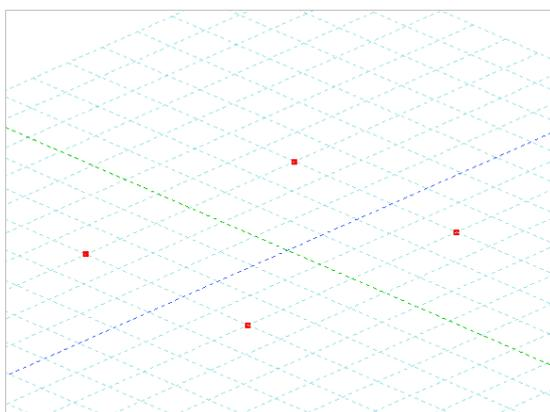
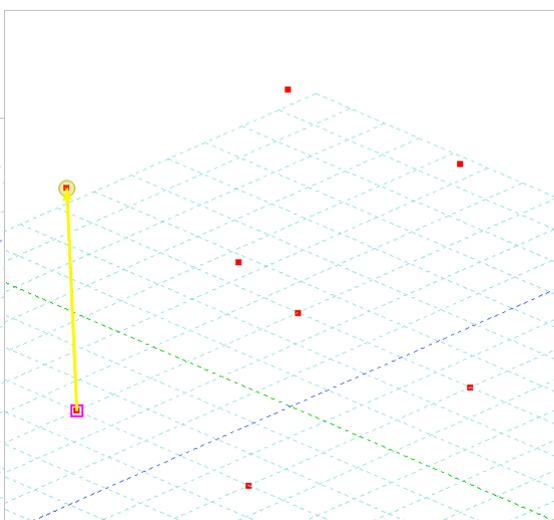
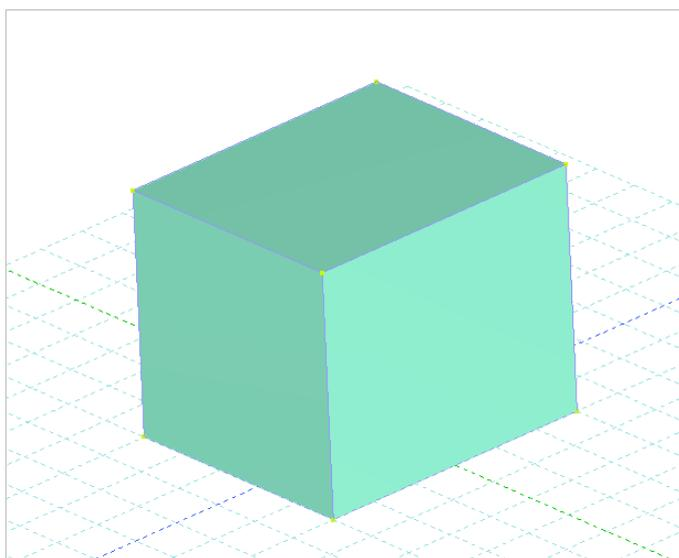

Рисунок 2.129
Рисунок 2.130
Рисунок 2.131
- необходимо добавить узлы, которые должны лежать в одной плоскости (рисунок 2.129), затем при помощи команды **Копировать выбранный фрагмент** скопировать их на определенную высоту (рисунок 2.130) и, используя панель активного режима **Добавить элемент**, нажать кнопку **Добавить** (рисунок 2.131);